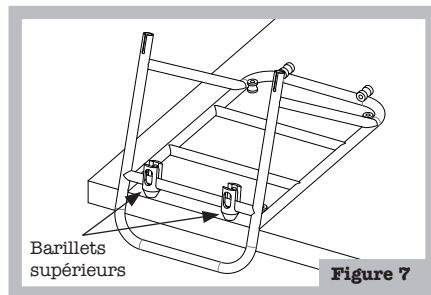

Figure 7
- Installez les barillets supérieurs sur le tube du porte-bagages comme indiqué dans la figure 7.